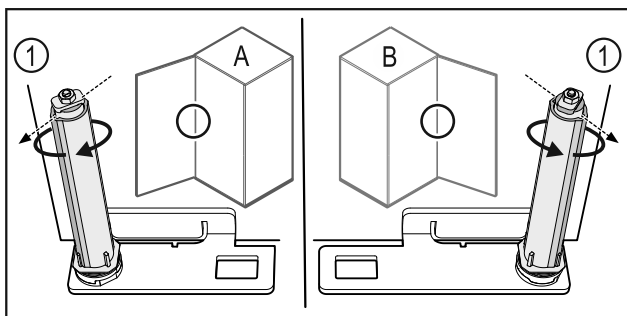

Fig. 61 Opritorul din stânga (A) / opritorul din dreapta (B)
- ▶ Rotiți sistemul de închidere până la rezistență, până când pragul sistemului de închidere Fig. 61 (1) este orientat spre exterior.